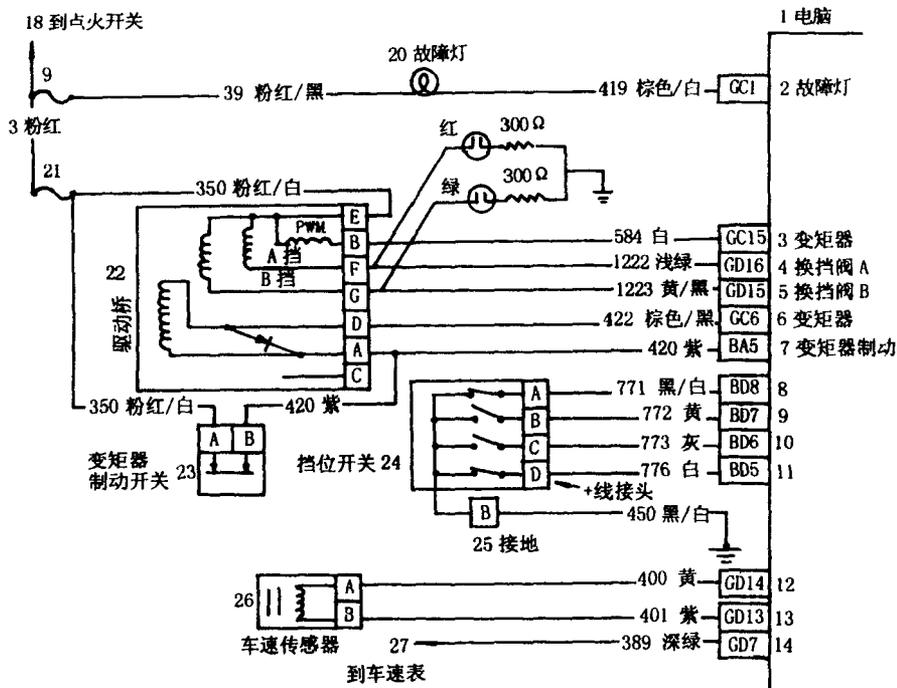

图 1-17 4T60E 驱动桥控制电路
线接通右上角的 AB 端子，打开点火开关 (ON) 但不运转发动机，通过发动机故障灯读取故障码为 36(其内容是换档电路故障)。见图 1-17 为电路图，变速器换档是由 AB 两个电磁阀控制的，因此怀疑电路有问题。抽出油尺检查，油面正常，油色略黑，但无焦糊味，这进一步证明了我们的怀疑。